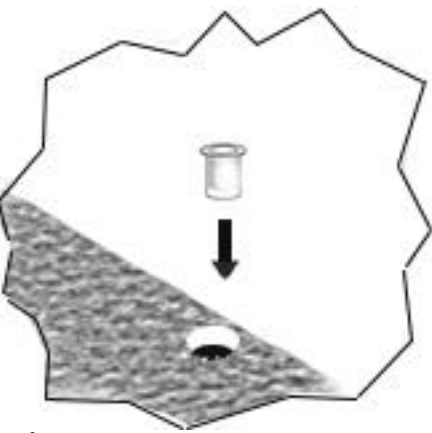

Fig. p4
- Abbassare quindi la leva simulando la chiusura del catenaccio come in fig p3 , che lascerà sul pavimento il segno dove andare a forare per posizionare la bocchetta sul pavimento fig. p4.
- - Then open the main leaf by lowering the lever, simulating closure of the bolt as in fig .p3; this will leave on the floor a mark sholeaf where to drill the seat of the lock-bolt floor socket fig p4
- - Ouvrir aussi le deuxième vantail et percer le sol avec une pointe de Ø 25 à l'endroit où le verrou a laissé une trace, puis appliquer le logement en le fixant avec de la colle pour carrelage ou une autre colle de ce genre fig.p4.